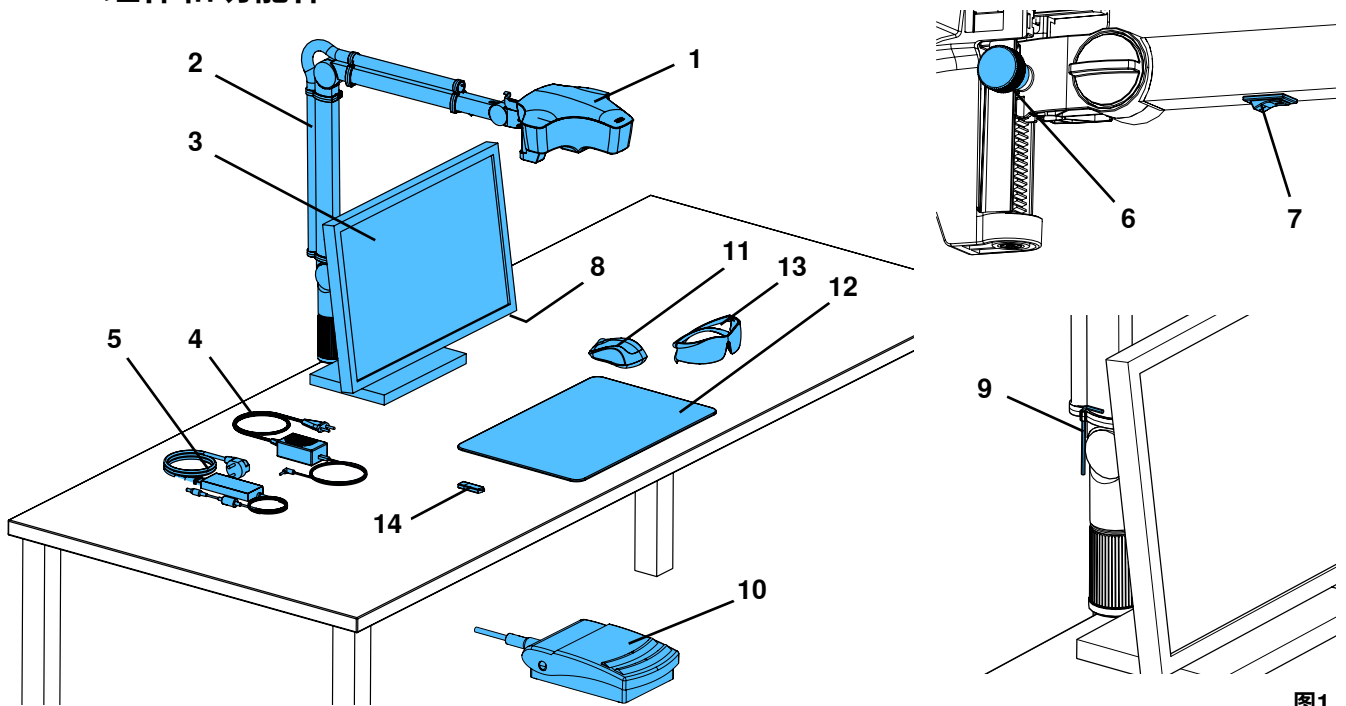

图1
选择有充足照明的工作区，以安装EASY view 3D“易视”系统。如果再使用霓虹灯，可能需要减少照明。工作件上外光的反射可能会导致干扰。将桌垫（图1、12）放在工作台上。
- ⇒ 将鼠标（图1、11）放在桌垫旁。
- ⇒ 将脚踏开关（图1、10）放在工作台下面。
- 用附带工具（图1、9）松开或夹紧螺钉（34）
- 用附带工具（图1、9）松开或夹紧螺钉（35）。